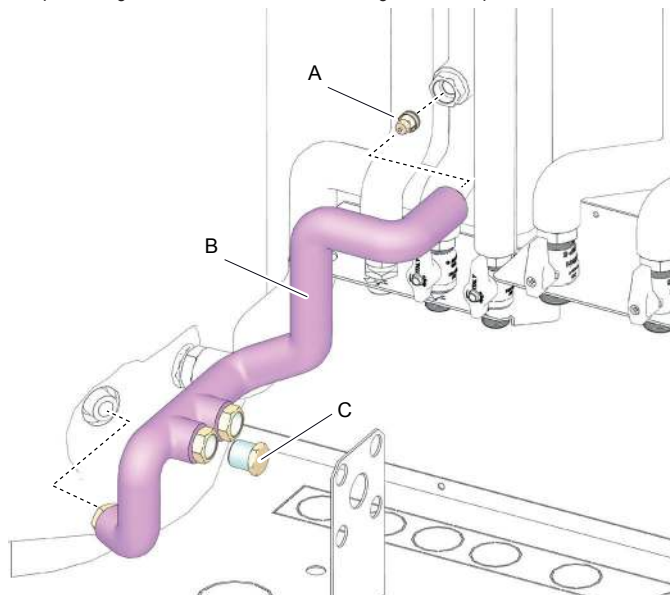
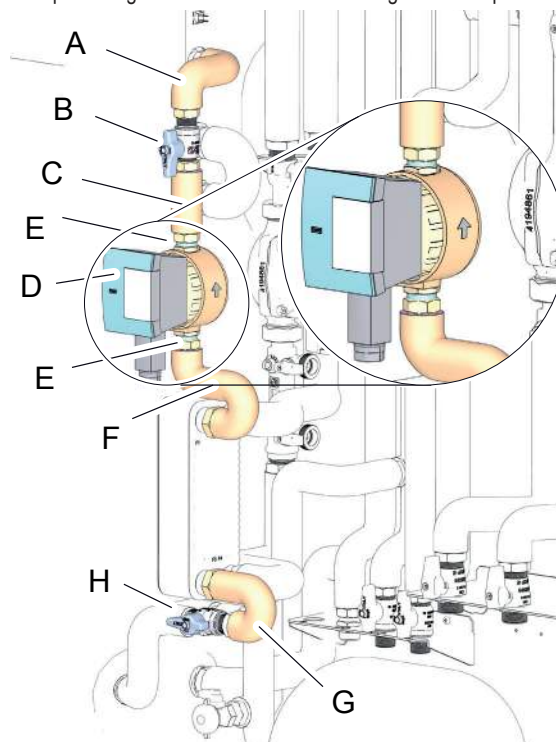

fig. 41 -
fig. 54 -
Montare la valvola di non ritorno (part. A "fig. 41 -"), montare tubazione 3841T910 (part. B "fig. 41 -") avendo cura di premontare il tappo (part. C "fig. 41 -"). Per cia-scun punto di giunzione aver cura di inserire guarnizione piana.
- tubazione cod. 3841T260 (part. A "fig. 54 -")
- rubinetto intercettazione M/M (part. B "fig. 54 -")
- tubazione cod. 3841T270 (part. C "fig. 54 -")
- circolatore ACS STAR-Z NOVA (part. D "fig. 54 -"), avendo cura di montarlo con la freccia stampata sul corpo pompa rivolta in alto
- nippli di giunzione (part. E "fig. 54 -")
- tubazione cod. 3841T280 (part. F "fig. 54 -")
- tubazione cod. 3841T290 (part. G "fig. 54 -")
- rubinetto M/M (part. H "fig. 54 -") avendo cura di smontare il tappo premontato (vedi "fig. 41 -" a pagina 20).